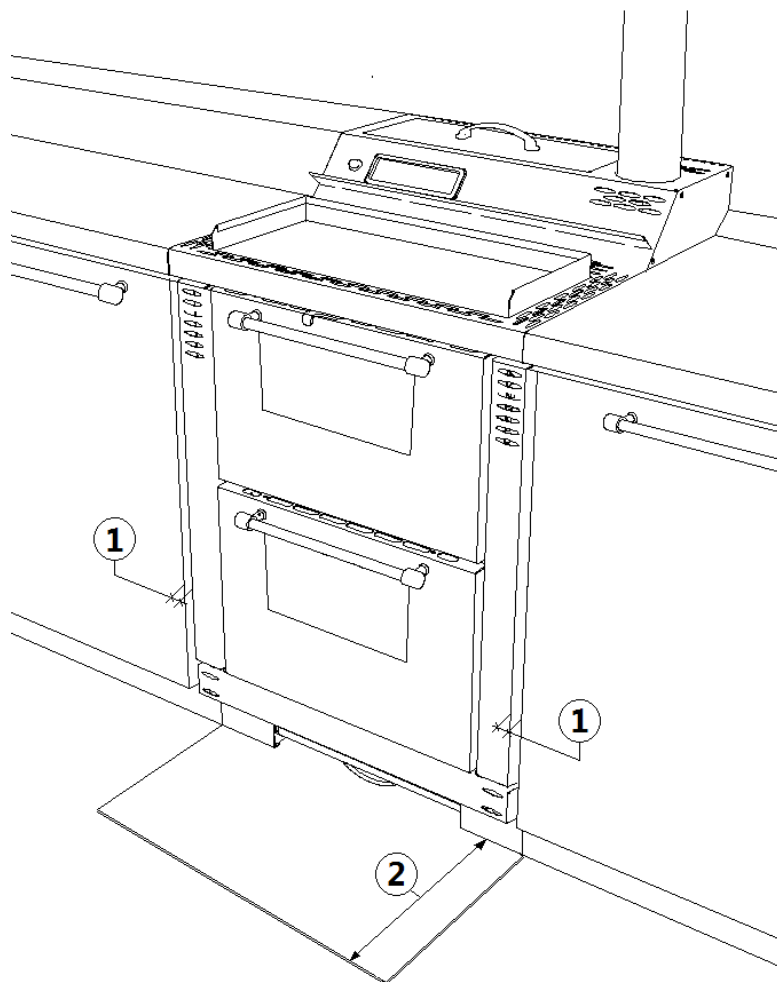

Fig. 14 - Cucina incassata
- E' possibile incassare la cucina tra i mobili tenendo staccati i fianchi di 10 mm (vedi **Fig. 14 a pag. 15**).